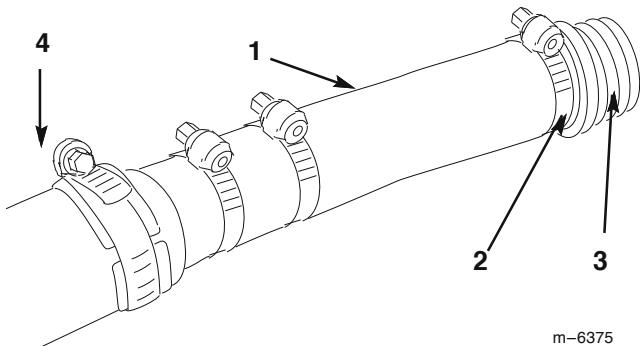

図9
5. 戻り止め付きホース・クランプ(大;ステップ2でホースから外したもの)をホースにはめ、フィッティングをホースに取り付ける。一杯まで入れること。取り付けたらフィッティングをホース・クランプで固定する(図9)。